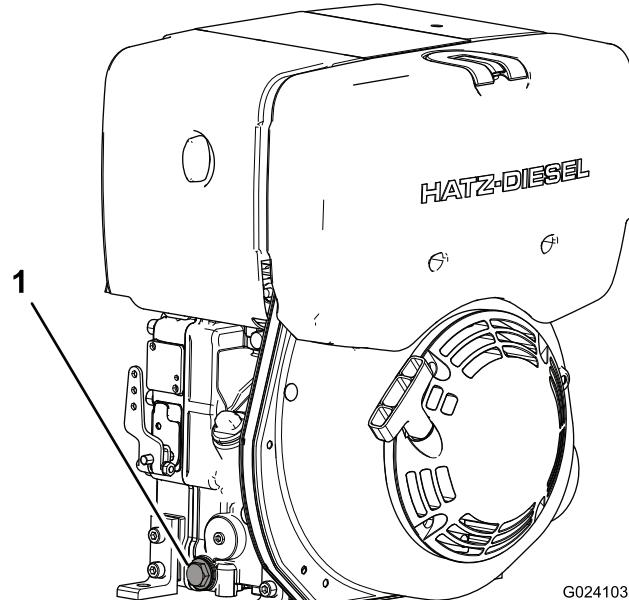

Рисунок 25
4. Подставьте подходящую емкость под пробку отверстия для слива масла (Рисунок 25).